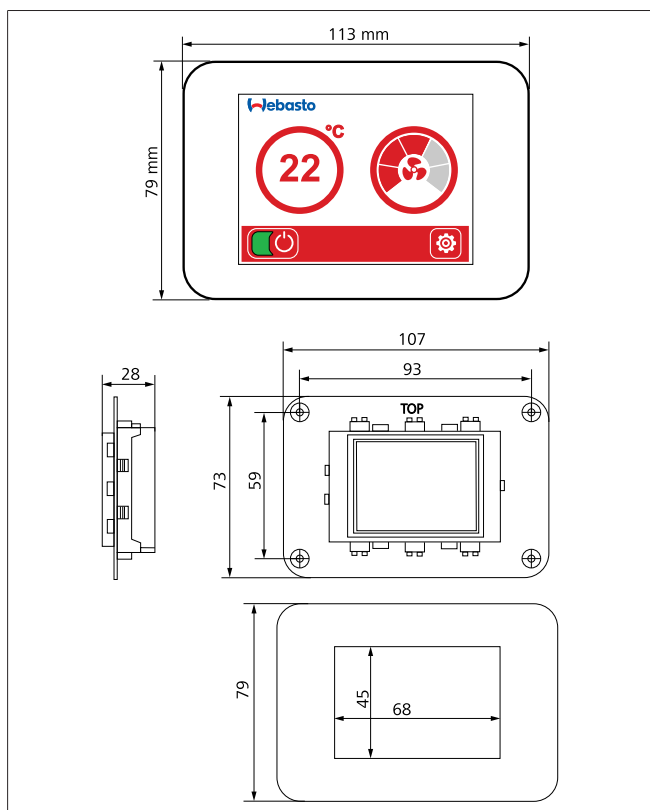

Fig. 12 Montaggio BlueCool MyTouch
1. Praticare un'apertura per il pannello di comando nella posizione di montaggio desiderata. Dimensioni apertura, v. Fig. 12.